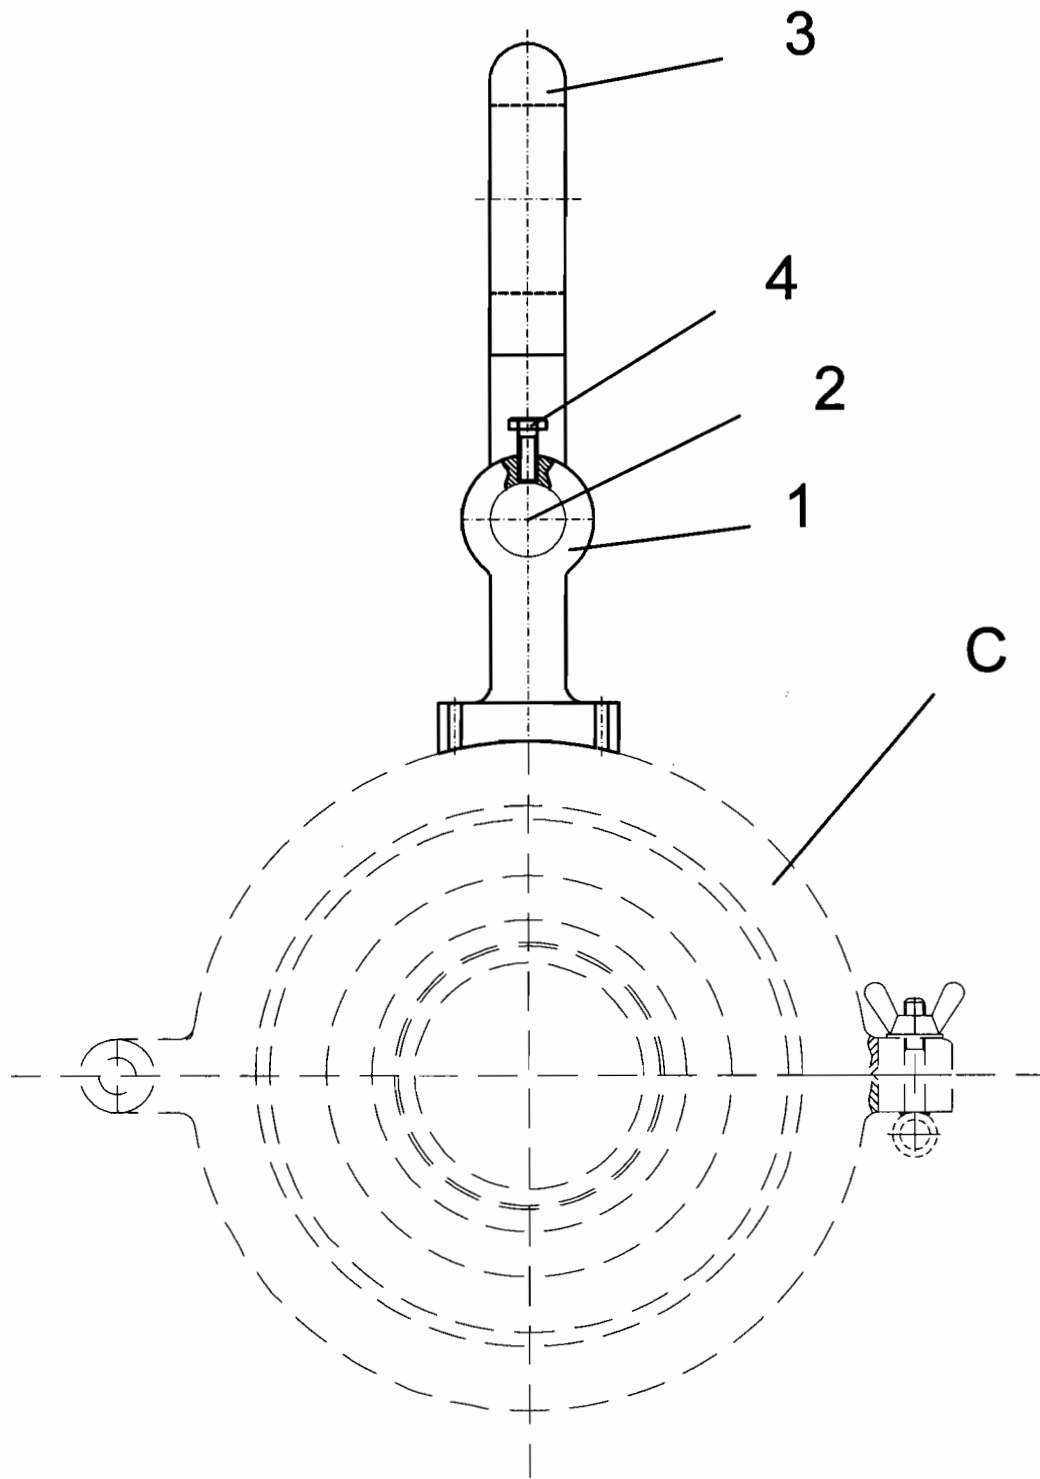

Fig.2
- Fig. 2 – Dispozitiv pentru montat cuple de fixare matrițe extruder – vedere din A.